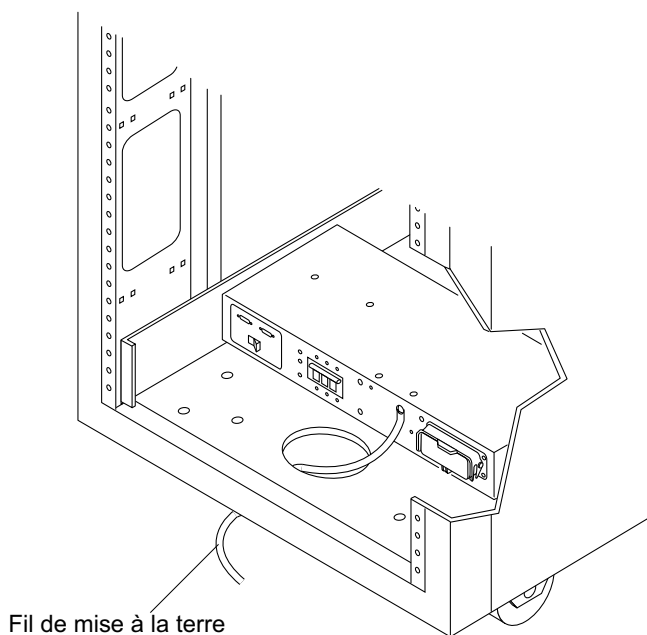

FIGURE 3-5 Connexion du fil de mise à la terre au séquenceur d'alimentation avant
3. Vissez l'autre extrémité du fil de mise à la terre au séquenceur d'alimentation avant du système de stockage (FIGURE 3-5).